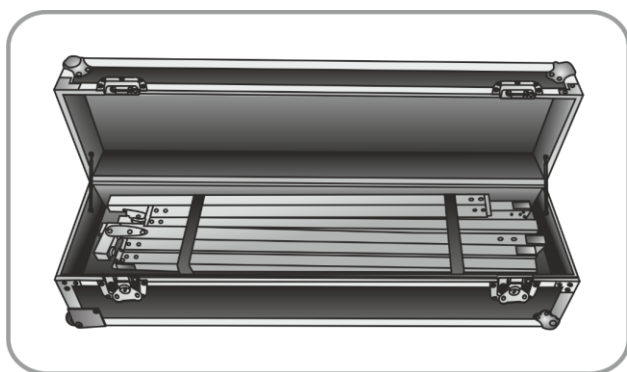
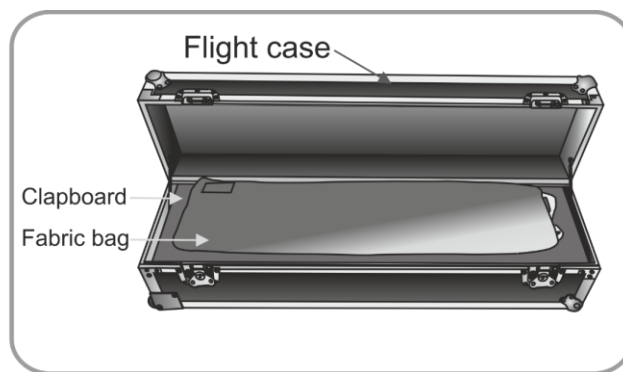

Abb. 27
Abb. 28
- 08) Legen Sie die Beine und den Hauptrahmen in das Flightcase und befestigen Sie sie (Abb. 27). Legen Sie den Zubehörbeutel hinein. Legen Sie das Trennbrett hinein und legen Sie den Leinwandbeutel darauf (Abb. 28).